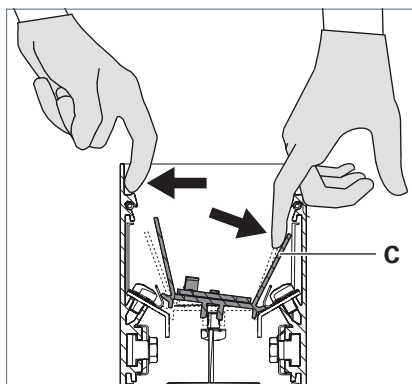

Fig. 13: Déverrouiller le réflecteur.
- Poussez une des parois latérales du luminaire vers l'extérieur tout en poussant le réflecteur **C** dans la direction inverse, voir Fig. 13.